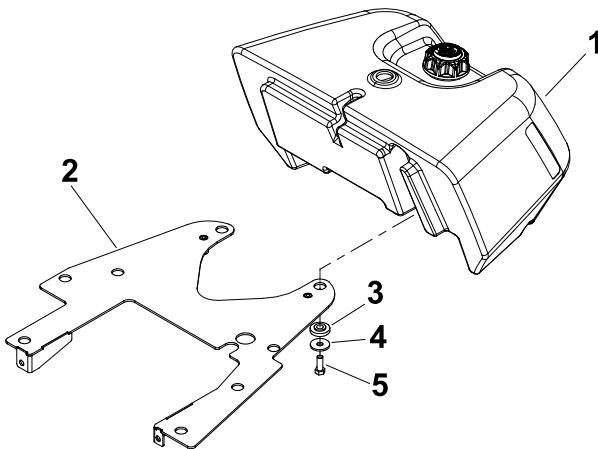

Figura 5
depósito de combustible a la placa de montaje del depósito (Figura 5).
1. Utilice los tornillos de caperuza, las arandelas planas y los casquillos con bridales que retiró anteriormente para sujetar el depósito de combustible a la placa de montaje del depósito; consulte la Figura 5 en Retirada del depósito de combustible \(página 8\).